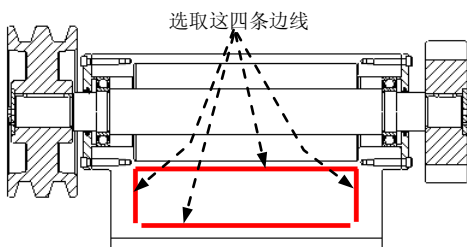

图 3.9.16 创建“使用边(一)”
② 创建封闭区域(一)。选择  功能选项卡  区域中  节点下的  命令, 然后选取图 3.9.16 所示的边线, 然后单击中键。